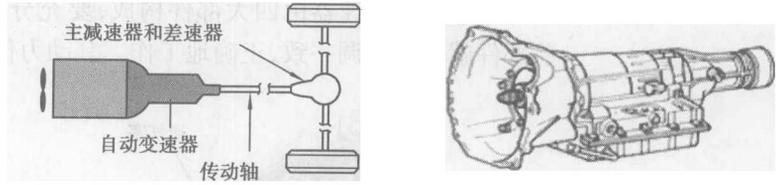

图 1.2 自动变速器
②自动变速器:FR车辆的变速器则有一个外置的主传动装置(差速器),自动变速器与驱动桥分为各自独立的两体,见图1.2。